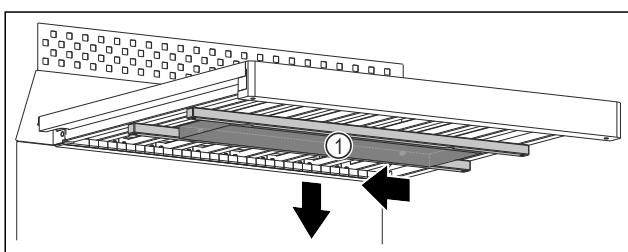

Fig. 111
- Сдвиньте водяной блок Fig. 111 (1) влево.
- Извлеките водяной блок Fig. 111 (1) по направлению вниз.